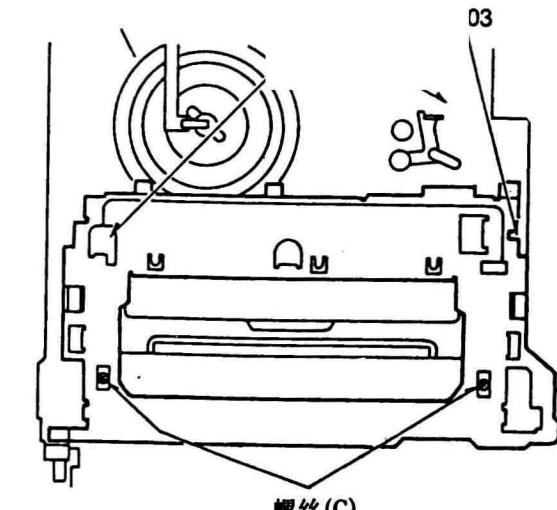

图80
- ⑦重新安装顶板,拧紧两个螺丝(A),然后拧紧4个螺丝B和C. 如图80所示;
⑧重新连接引